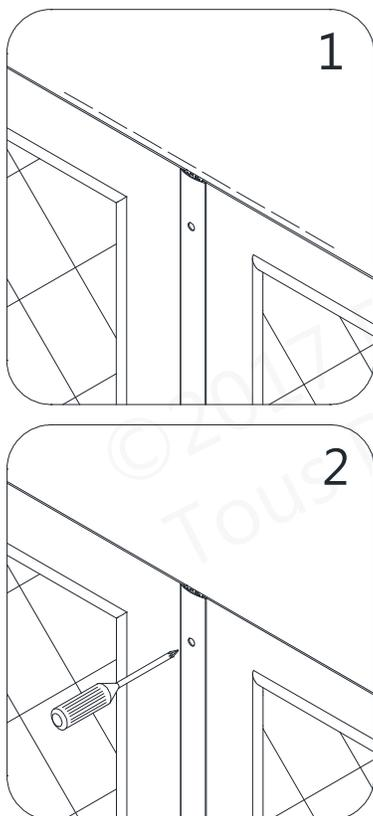
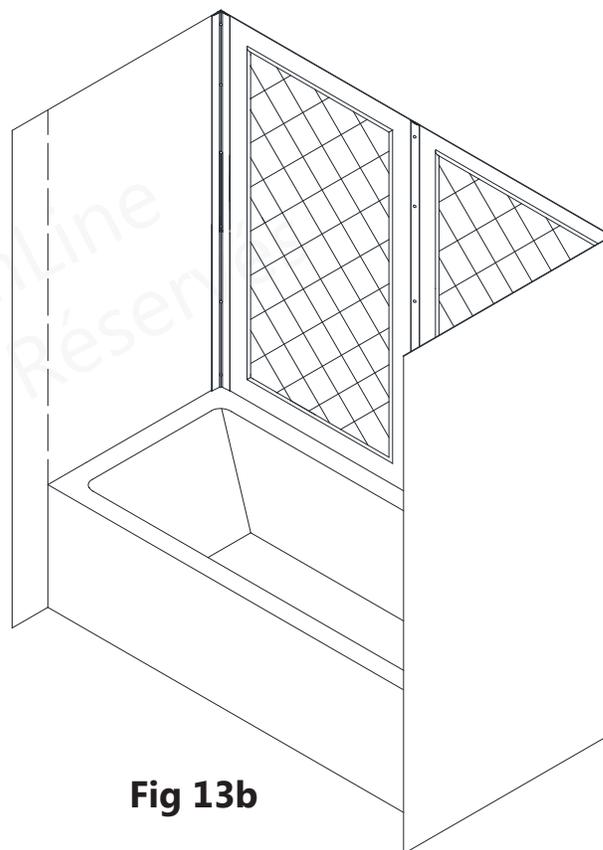

Fig 13a
Fig 13b
13. Alignez le haut des deux **panneaux arrière (N° 02)** et serrez les vis de la **bande d'étanchéité du centre (N° 05)** pour fixer le montage en place. Ne serrez pas au fond les vis des bandes d'étanchéité de coin. (**Fig. 13a et Fig. 13b**)